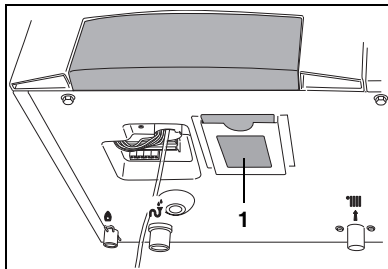

fig. 5 Gebruikersinstructie
Aan de onderzijde van het cv-toestel bevindt zich een vakje met de gebruikersinstructie van het cv-toestel (fig. 5, pos. 1).